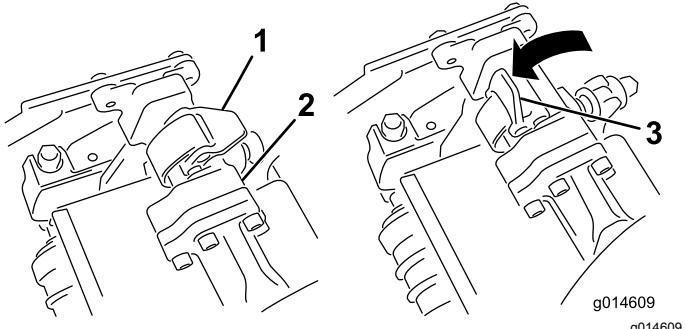
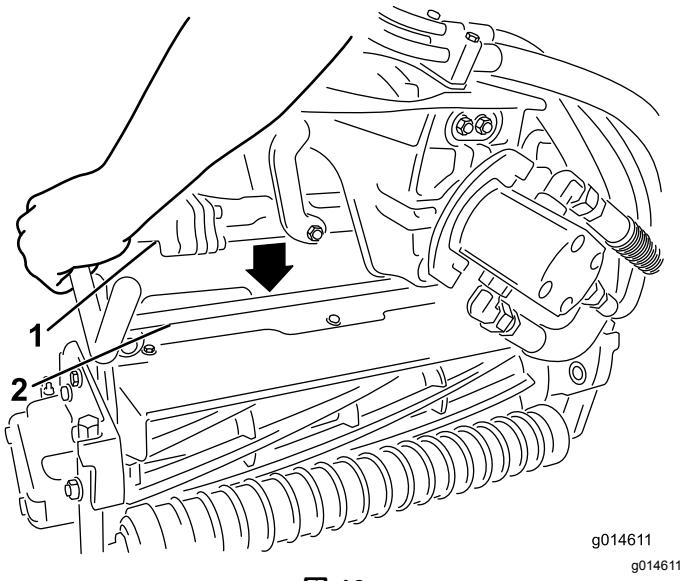

図 12
図 13
9. サスペンションアームのバーについているラッチを上向き開いた状態にして(図 12、サスペンションアームを押し下げて、バーを、カッティングユニットのバーの上に被せるようにする図 13)。
10. ラッチを下げて閉じるとカッティングユニットのバーがロックされてユニットがアームにセットされる図 12。